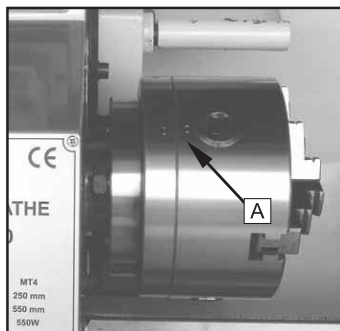

Рис. 31
С помощью данного универсального зажимного патрона можно фиксировать заготовки круглого, треугольного, квадратного, шестиугольного, восьмиугольного и двенадцатиугольного сечения. (Рис. 31)
**ПРИМЕЧАНИЕ:** оригинальный трехкулачковый патрон установлен надлежащим образом на заводе, для того чтобы гарантировать точность, на патрон и фланец нанесены метки «0» (А, Рис. 31).